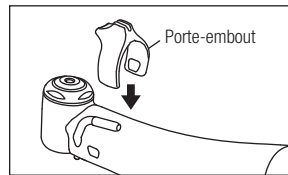

Fig. 6
1) Fixez le porte-embout. (Fig.6)